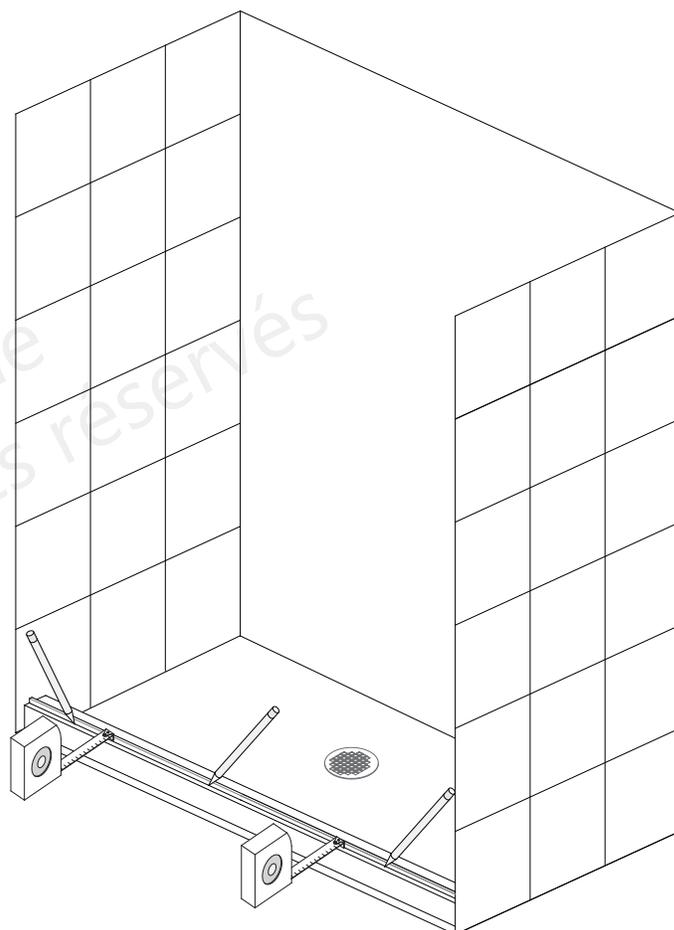

Fig 3
10. **REMARQUE:** Ce modèle requiert un **espace minimum de 82 mm de seuil plat pour l'installation et un espace de 70 mm de seuil plat et au niveau pour le guide du centre. Consultez la fig. 3 à la page 9.**
3. Positionnez le **Rail du Bas (N° 08)** sur le seuil, parallèle au bord extérieur et marquez sa position sur le seuil. **(Fig 3)**